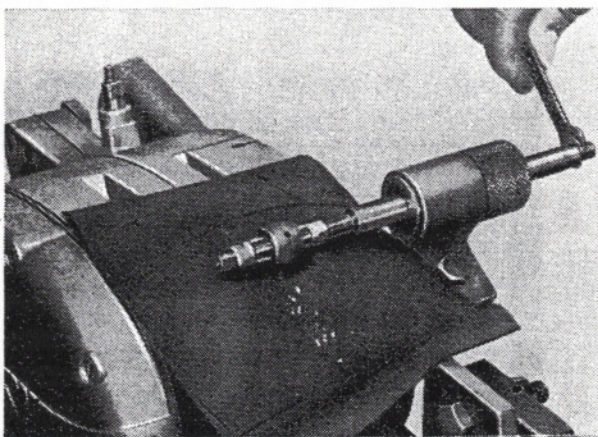

Abb. 53 Pleuelbüchse ausreiben
4. Kurbelraum mit einem Stück Gummischlauch abdecken und Pleuelbüchse, wie Abb. 53 zeigt, ausreiben.